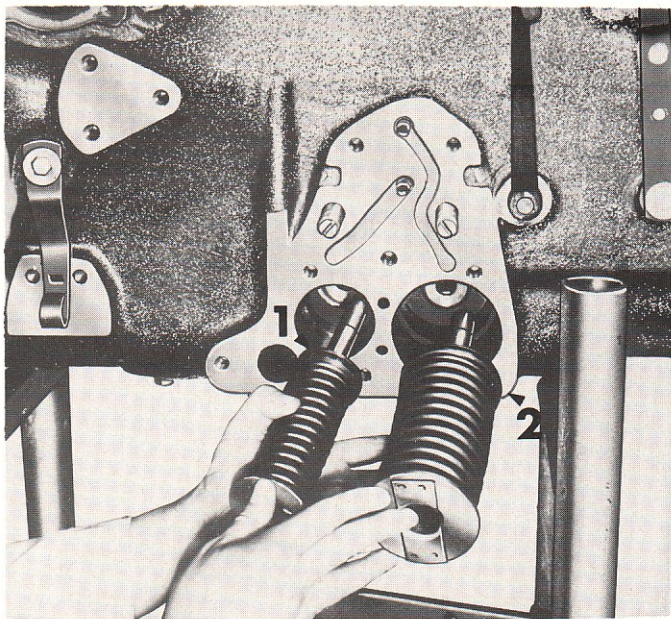

FIGURE 38 : Dépose des servo 2 et 3 — 1 = Servo 2, 2 = Servo 3.
4. Extraire les servos du carter, extraire de l'alésage des servos les guides des tiges de piston (Figures 38 et 39).
21. Extraire par le côté gauche du carter de transmission les servos 2 et 3. (Figure 38).